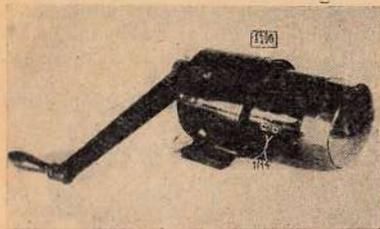
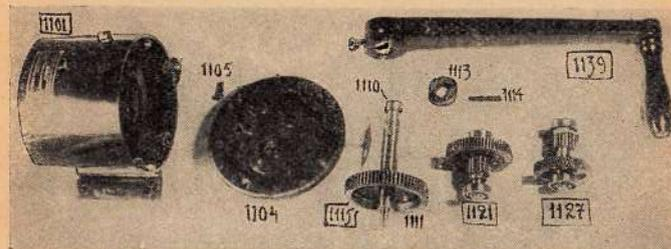
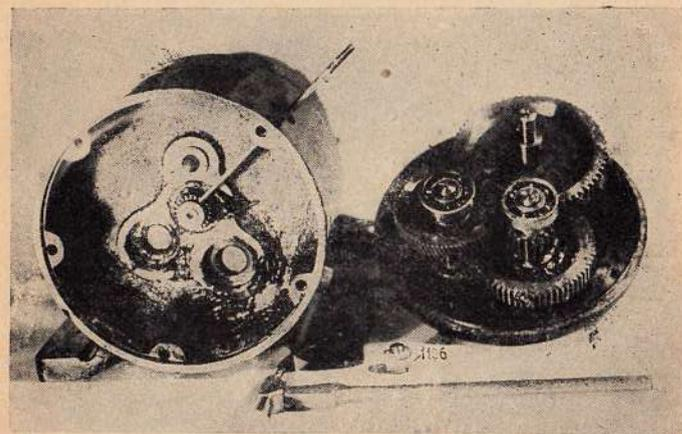

Рис. 27. Привод-динамо «ГОЗ».
Рис. 28. Части привода.
Рис. 30. Выбивание штифта.
Как и всякий привод-динамо, машина «ГОЗ» состоит из двух частей; это — механическая (привод) и электрическая (динамо). Обе части заключены в особые корпуса, плотно соединенные между собой в одно целое (см. рис. 27). Корпус, в который заключены части привода, отлит из латуни; с одной стороны (с передней) корпус закрыт крышкой, через которую проходит главная ось (1110, рис. 28). На эту ось, на наружный конец, надевается рабочая ручка привода (1139), а на другом надета большая ведущая зубчатка (шестерня), закрепленная на оси коническим штифтом — «шпилькой». Шестерня, соединенная с осью, носит здесь название «главной передачи» (1115). Конец оси помещается в подшипниковой втулке из фосфористой бронзы, которая, в свою очередь, укреплена во внутренней стенке
корпуса привода рис. 30. Шестерня — (1111) — изготовлена из литой сукрасной меди. Движение от этой шестерни передается маленькой зубчатке, сидящей неподвижно на общей оси с другой, большего размера. Ось с этими двумя шестернями составляют «первую промежуточную передачу» (1121, рис. 28). Концы осей этой и следующей (второй) передач помещены в однорядные шариковые подшипники. Вторая передача, так же, как и первая, имеет две шестерни, из них маленькие изготовлены из поделочной стали, а большие — из литой сукрасной латуни. Вторая передача (1127) большую шестерню имеет с косыми (червячными) зубцами. Эта
шестерня передает движение маленькой стальной шестеренке, посаженной на проходящий сюда из электрической части конец оси якоря (см. рис. 30).
привод-динамо «ГОЗ» только хорошим жидким маслом (лучше, если масло это получено с завода). В отверстие в корпусе, закрытое винтовой пробкой 1106 (рис. 30), вливается приготовленное (в банке) масло; при этом следует отвернуть вторую пробку на корпусе и наблюдать за тем, что как только в это второе отверстие покажется масло, то это будет означать, что масло достигло нужного уровня и наливание нужно прекратить. Перед первым пуском в ход привода-динамо (только-что полученного) нужно особенно осторожно (не сразу) начинать вращать ручку, так как на заводе при сборке машин обычно все ходовые части смазываются густым маслом («тавотом»), которое сильно утяжеляет первое время ход привода. Может даже случиться, что привод не будет «поддаваться» даже сильному
Соединение (электрическое) производится (так же, как и у машин других типов) помощью шнура с двумя вилками, одна из которых вставляется в штепсельные гнезда на боку динамо (1114, рис. 27), а другая — в гнезде на аппарате.
- 2) Отвертываются все 4 винта крышки (1104, рис. 28).
- 4) Далее отвертывают верхнюю пробку для масла, пропускают через нее стальной бородок (стержень), прилагаемый к машине (тонким концом вниз) (см. рис. 30). Потом путем внимательного осмотра зубчатки на конце якоря (ротора) отыскивают штифт (шпильку), которым эта зубчатка укреплена на конце оси. Штифт этот сделан не прямым, а конусным и, таким образом, нужно, поворачивая шестеренку, поставить ее так, чтобы тонкий конец штифта пришелся кверху, как раз под отверстием для масла. Пропущенный бородок точно устанавливают на этот тонкий конец штифта и правильным ударом молотка выбивают его. Чтобы шестеренка при этом не поворачивалась, ее придерживают (это может делать, напр., помощник) в нужном положении. После этого шестерня (1171) должна легко сняться с оси.
- 6) Теперь следует разъединить привод от динамо, что достигается отвертыванием винтов (1170, рис. 28), находящихся на фланце привода-динамо.
стального стержня (рис. 30) легкими ударами отвернуть гайку, укрепляющую маховик на оси (1132). Если после того, как гайка отвернута, маховик не снимается, то (приняв надлежащие меры предосторожности, т.е. чтобы не уронить якорь) держат в руках маховик (вниз якорем), а по концу оси ударяют через деревянную подкладку (кусочек доски) молотком. При этом, повторяем еще раз, нужно принять меры и следить за тем, чтобы не упал якорь!
- 2) При посадке на место маховика нужно следить за тем, чтобы он хорошо «сел» на имеющиеся сзади шпильки (на оси) своим прорезом (рис. 28).
Знаком \* обозначены части, которые изображены на рис. 27, 28, 29, 30, 31.